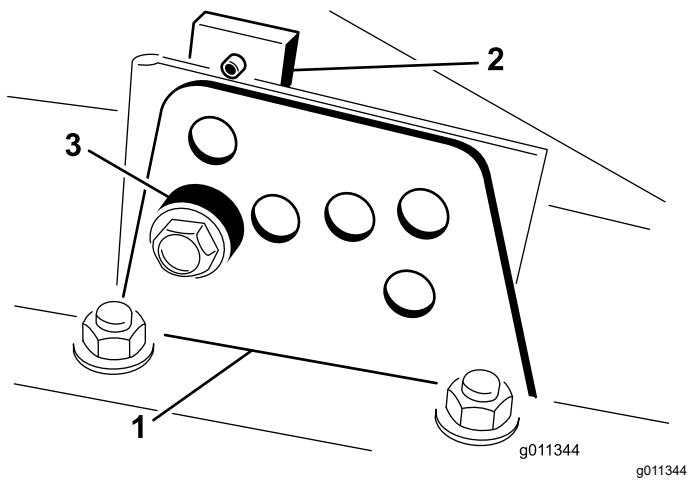

图 21
- 拧松将各剪草高度支架固定至剪草高度板的螺栓前面和两侧如图 21 所示。
4. 在支撑起切割腔的同时取出隔片 (图 21)。